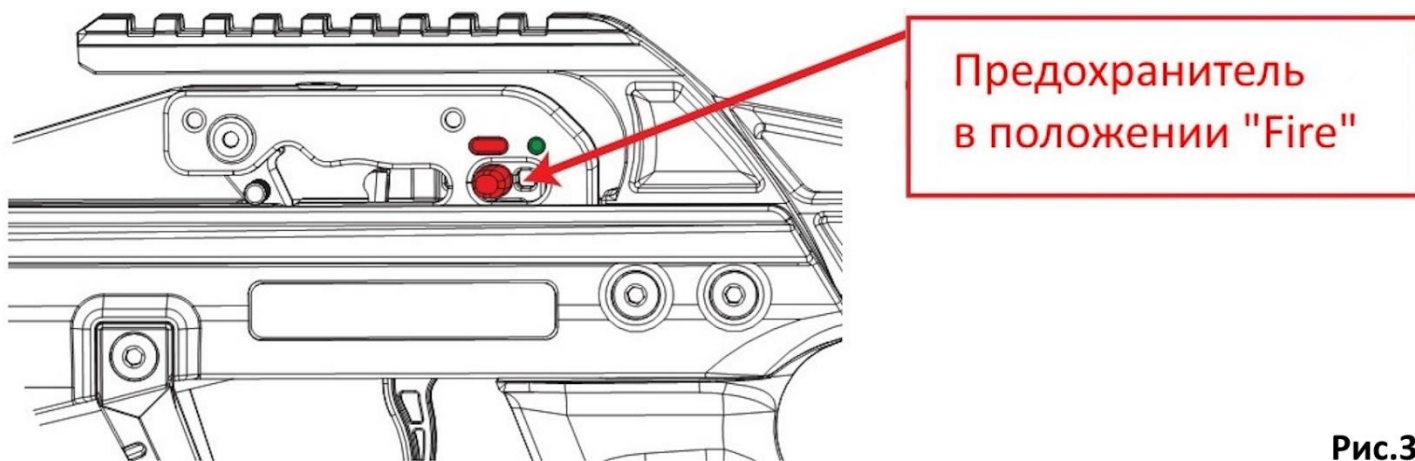

Рис.3
1. Чтобы взвести арбалет переведите предохранитель в положение «Fire» (Рис. 3). При взводе арбалета, предохранитель автоматически встанет в положение «Safe», при котором невозможно произвести выстрел. Помимо автоматического предохранителя, арбалет оснащен предохранителем от холостого выстрела. В случае если спусковой крючок будет нажат без стрелы на направляющей, то тетива застрянет на предохранителе и выстрела не произойдет. Далее вам надо будет заново взвести арбалет, и тетива снова встанет во взведенное положение.